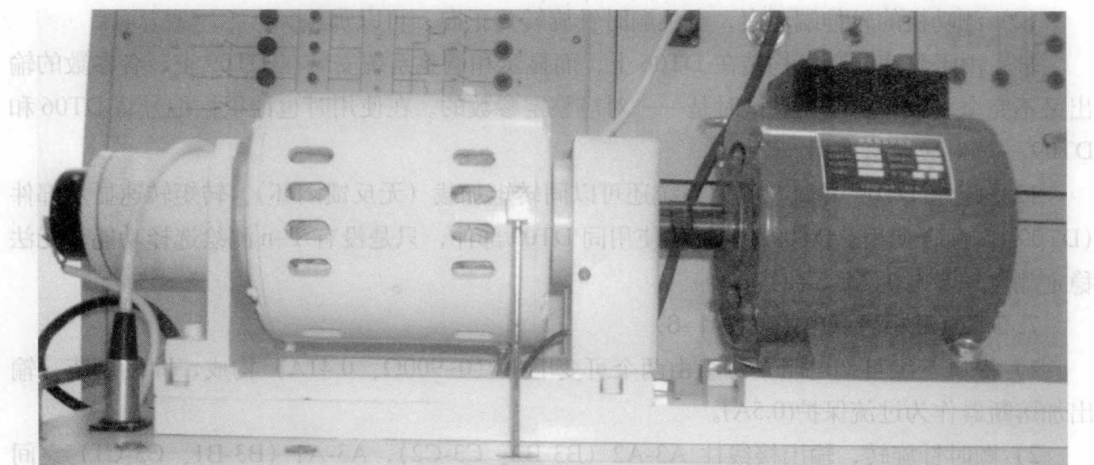
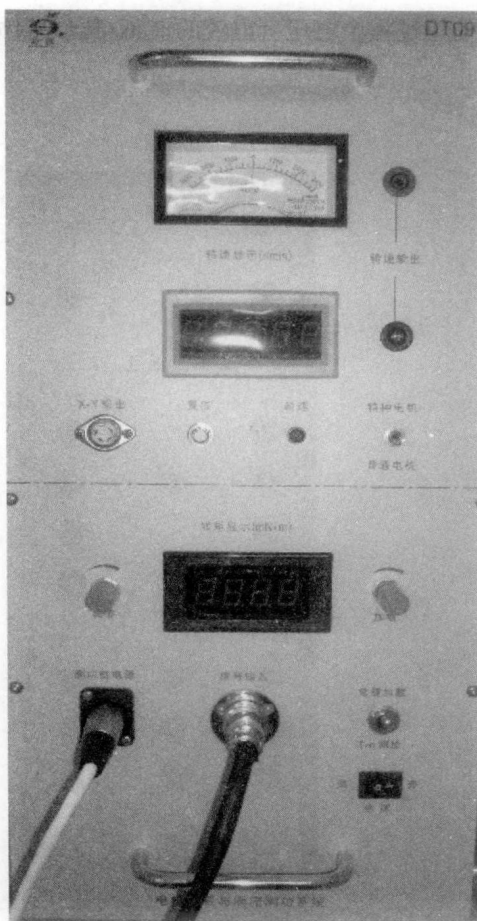

图 1-4 DT06
图 1-5 DT09
6. DT06 电机导轨及涡流测功系统及转矩加载（反馈闭环）、DT09 转矩转速显示部件（图 1-4 和图 1-5）